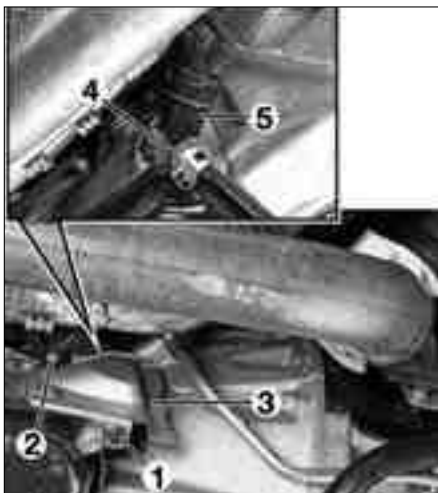

FIG. 4
- Desmontar los tornillos (1) y (2) de la pantalla térmica (3) (fig. 4).